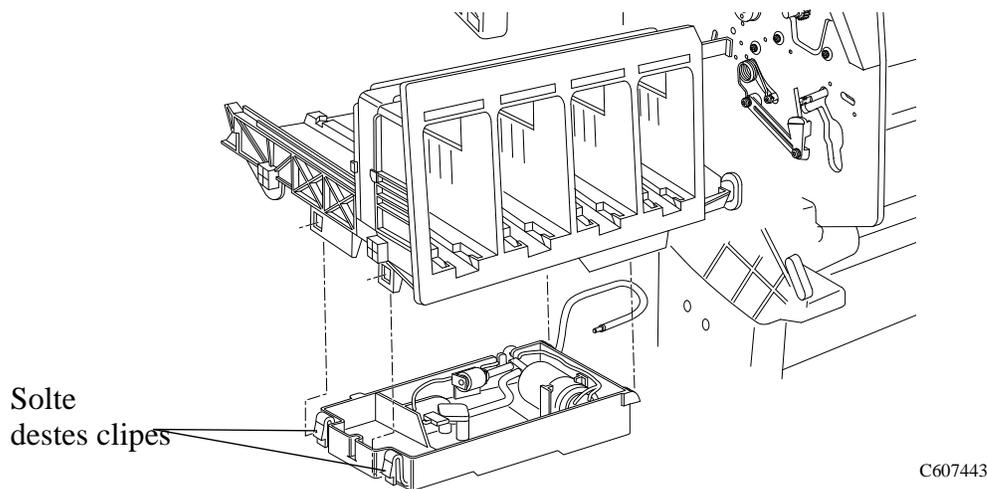

Figura 18: Sistema de pressurização de ar
3. Solte o APS dos cliques de retenção embaixo da ISS como mostrado na Figura 18.